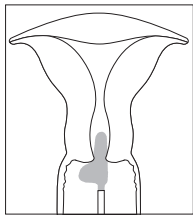

Fig. 1
3. Hold i skafet af FLOQSwabs®, indsæt pødepindens spids (den lange del af L'et) inde i livmoderhalskanalen, mens den bredere del af pødepinden (den korte del af L'et) holdes udenfor. Se fig. 1